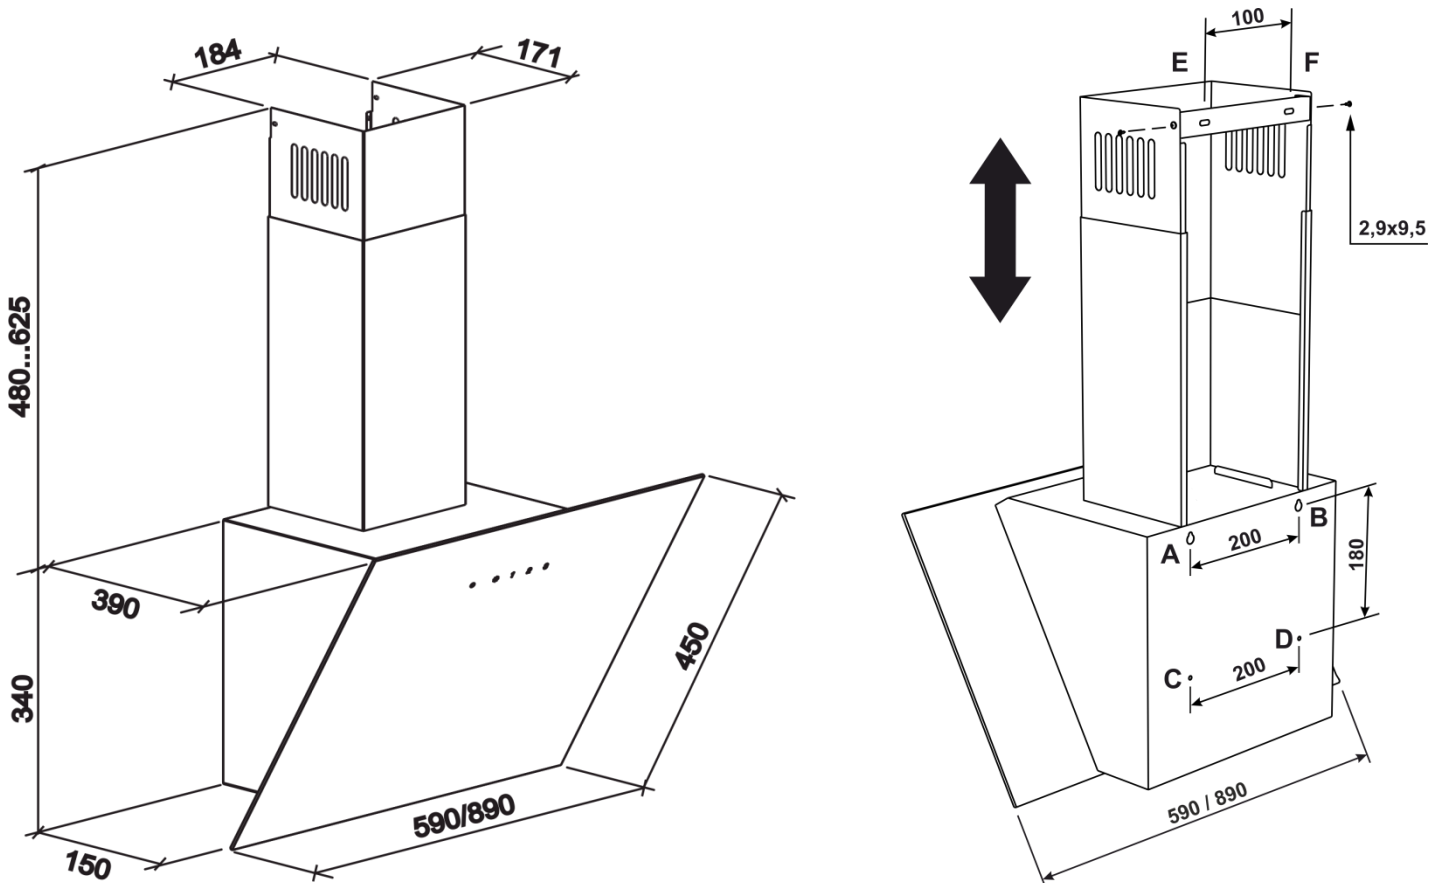

Рис.4
6.4 Проведіть розмітку кріпильних отворів корпусу на стіні кухні. Для цього виготовте паперовий шаблон з координатами **4-х** отворів на задній стінці корпусу (**точки А, В, С, D див. схема монтажу**); прикладіть шаблон до стіни на необхідній висоті, що вказана вище, і вирівняйте його по рівню (**рис.4**).